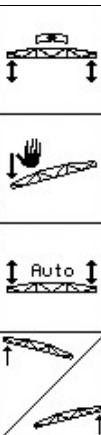

Рис. 29
1. Нажмите на функциональное поле (Рис. 29) чтобы начать автоматическую калибровку.